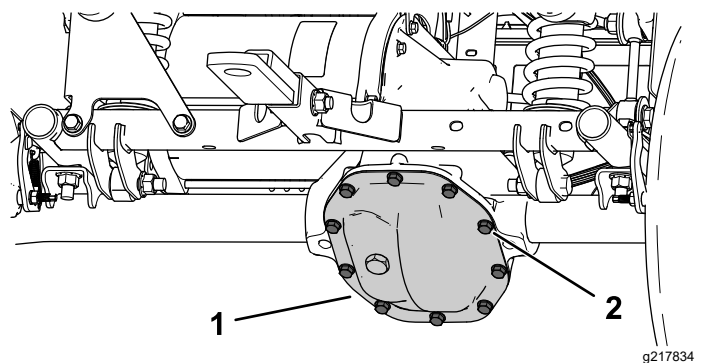

Bild 53
1. Stellen Sie eine Auffangwanne unter die Getriebeabdeckung (**Bild 53**).
2. Entfernen Sie die Schrauben von der Getriebeabdeckung und lassen Sie die Flüssigkeit ganz ab (Bild 53).